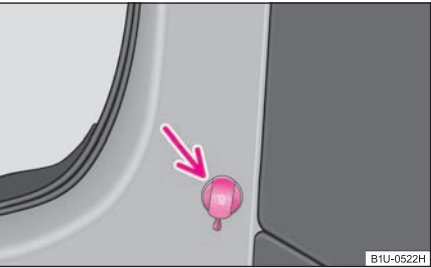

Fig. 87 Maletero: caja de enchufe
- Abra la cubierta de la caja de enchufe ⇒ fig. 87.